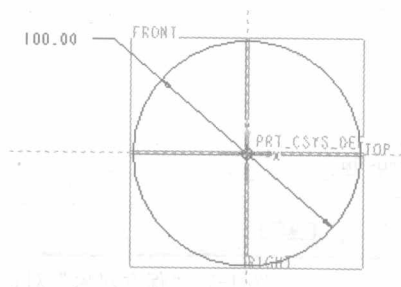

图 1-4 绘制 2D 截面
4. 左键单击“草绘”对话框中的“草绘”命令, 进入草图绘制环境。左键单击“草绘器工具”工具条中的“创建圆”命令, 然后在草绘设计环境中绘制一个圆形, 此时矩形的尺寸由系统自动标注上, 左键双击圆形直径尺寸, 将其修改为“100”, 此时圆直径自动调整“100”, 如图 1-4 所示。